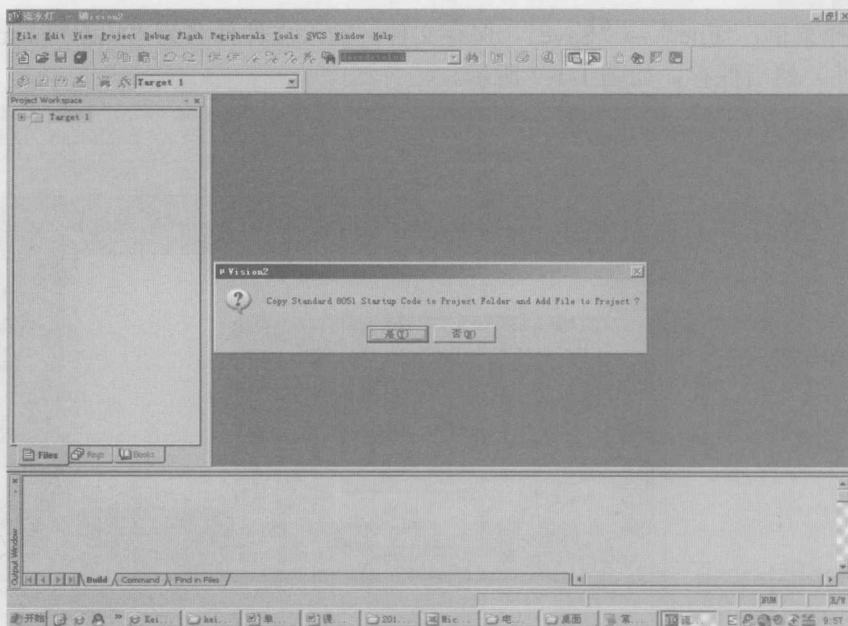

图 1-1-5 STARTUP.A51 添加选项
6. 是否加入启动文件到工程，这时不加入选“否”，这样一个工程就建立完成，如图 1-1-5 所示。